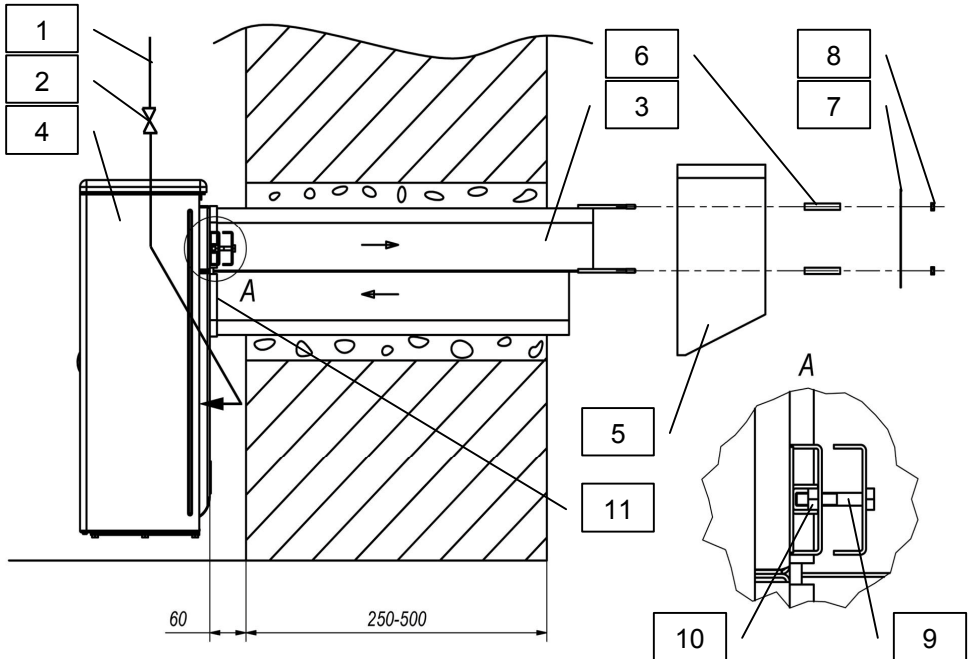
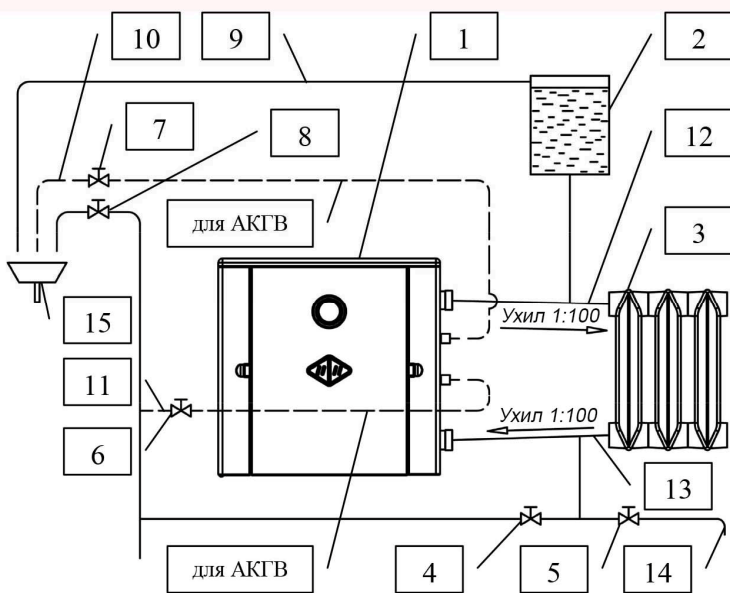

Рис.6 - монтаж апарата з вітрозахистом
Рис.7 - монтаж апаратів АОГВ і АКГВ
6.7 В зовнішній стіні будівлі пробийте проріз 260мм х 260мм для труби рис.6, поз.3, і отвори під анкера, керуючись вимогами, викладеними в п.6.3 і 6.4.
під'єднати трубу до апарата за допомогою болтів 9 і гайок 10 (рис.6), навісити апарат з трубою на анкери, витримуючи розмір 60мм. з ухилом труби назовні приблизно 6мм. Зафіксувати трубу в цьому положенні дерев'яними клинами, уникаючи її деформації. Від'єднати апарат від труби. Заповнити порожнину між трубою і стінками пробитого прорізу цементним розчином. Після затвердіння розчину укласти в канавки на задній стінці апарата шнур ущільнювальний рис.6, поз.11, попередньо змочивши його водою. Провести навіску на анкери і стикування апарата через ущільнювальний шнур з трубою, з'єднати їх остаточно між собою болтами 9 і гайками 10.
6.8 Установку вітрозахисного пристрою виконати відповідно з рис.6, в такій послідовності:
6.9 Відповідно до рис.7, підключіть апарат АОГВ до системи опалення, а апарат АКГВ - і до системи гарячого водопостачання. На газопідвідній трубі перед апаратом обов'язково повинен бути встановлений газовий кран (рис.6,
6.10 Заповніть систему опалення і апарат водою від водопровідної мережі повільним відкриттям вентиля рис.7, поз.4. Контроль заповнення системи здійснюється по сигнальній трубі рис.7, поз.9.